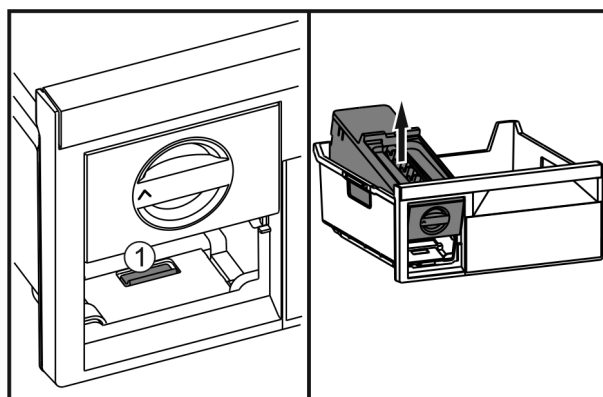

Fig. 38
- ▶ Lasche *Fig. 38 (1)* drücken, EasyTwist-Ice von hinten anheben und aus dem Gefrierschubfach herausnehmen.